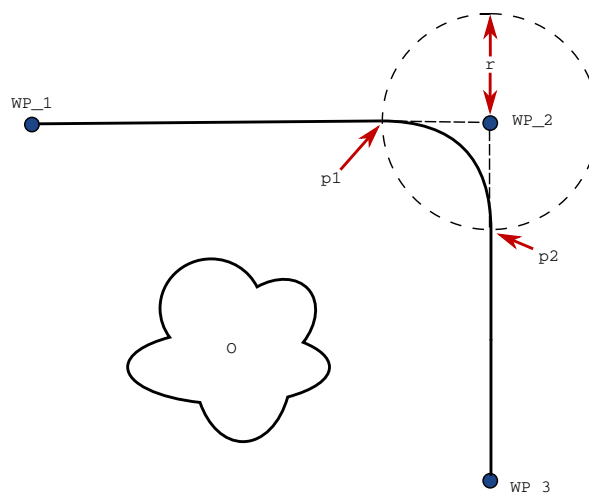

Figura 15.3: Amestecare WP\_2 cu raza  $r$ , poziție inițială amestecare la  $p_1$  și poziție finală amestecare la  $p_2$ . 0 este un obstacol.
**Parametri amestec** Pe lângă punctele de trecere, mai mulți parametri vor influența traiectoria amestecului (vezi figura 15.3):